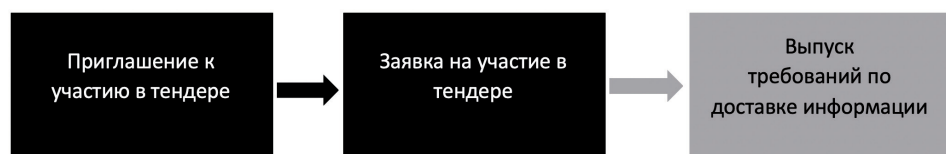

Рисунок 1. Тендерный процесс
- Обычно выпуск BIM-инструкции является последним этапом процесса, состоящего из трех этапов, см. рис. 1.